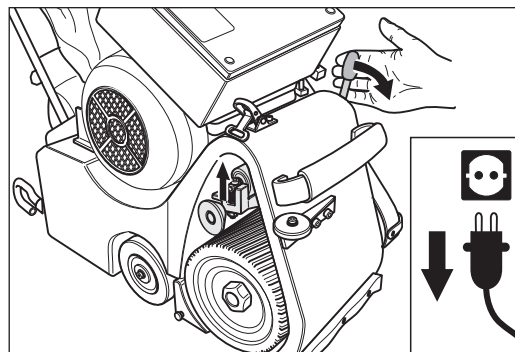

Abb. 60 Den Bedienungshebel des Aggregats nach unten drücken. Dadurch wird die Spannwalze angehoben.
- 6 Wenn Sie die Spannwalze des Aggregats ausbauen möchten (→ *Abschnitt 7.7, Austausch der Spannwalze*), drücken Sie den Bedienungshebel des Aggregats wieder nach unten (Abb. 60). Dadurch wird die Spannwalze angehoben und der spätere Ausbau wird einfacher.